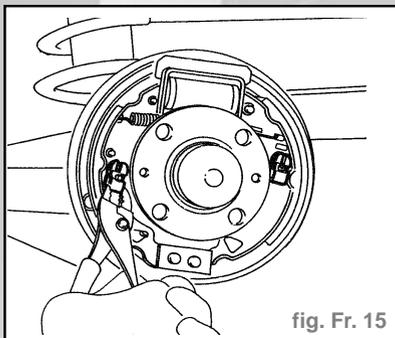

fig. Fr. 15
- Dégager l'axe de retenue de la mâchoire gauche après avoir enlevé l'agrafe de retenue (fig. Fr. 15).